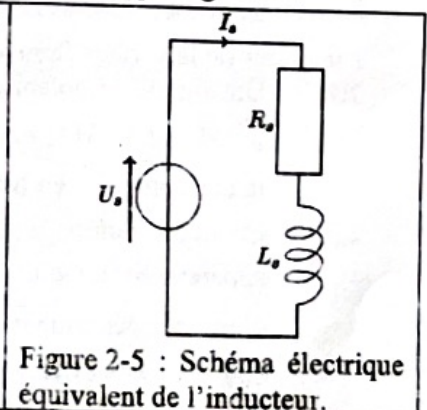

Figure 2-5 : Schéma électrique équivalent de l'inducteur.
La figure 2-5 donne le schéma électrique équivalent de l'inducteur. On suppose que le couplage électromécanique est parfait. L'étude est faite dans le référentiel (R) du laboratoire supposé galiléen.